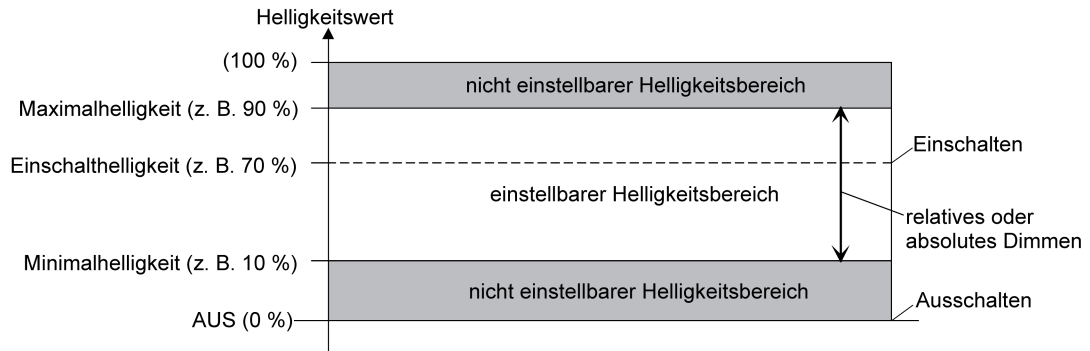

Bild 14: Beispiel eines Helligkeitsbereiches mit Minimalhelligkeit
- Definition der unteren Helligkeitsgrenze mit Minimalhelligkeit (Bild 14):
- i** In der Betriebsart "Drehzahlsteller" bei der Gerätevariante "1fach" kann - analog zur Beschreibung der Helligkeitswerte für eine Beleuchtungssteuerung in diesem Kapitel - die Minimaldrehzahl in der ETS konfiguriert werden (Bild 14). Die alternative Konfiguration einer Grunddrehzahl ist hierbei aus technischen Gründen nicht vorgesehen. Die Maximaldrehzahl ist ebenfalls nicht per Parameter einstellbar. Sie ist fest auf 100 % vorgegeben. Die Einschaltendrehzahl ist unveränderbar auf Maximaldrehzahl (100 %) vorgewählt.